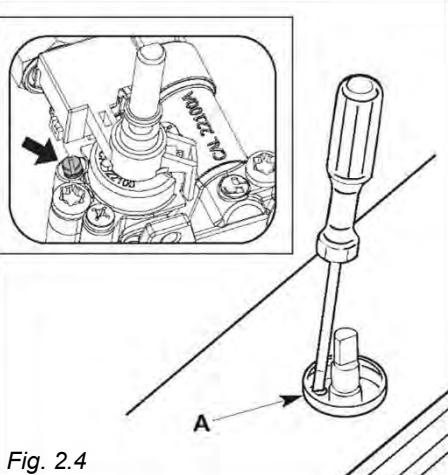

Fig. 2.4
- Cu o surubelnită mică, rotiți șurubul „A” la reglajul corect (fig. 2.4).